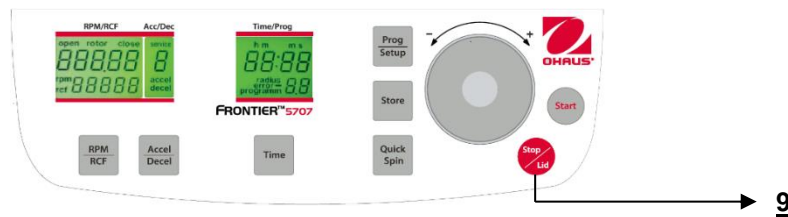

Figure. 25
Avec la touche "**Stop/Lid**" (9) (voir la figure 25), il est possible d'interrompre une centrifugation à tout moment. Après avoir appuyé sur la touche, la centrifugeuse décélère conformément à l'intensité présélectionnée jusqu'à son arrêt complet.